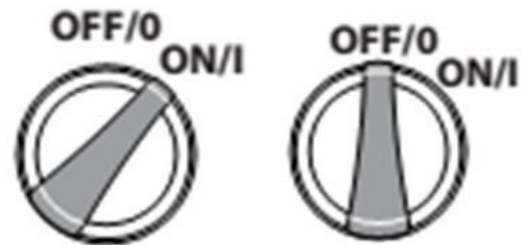

Fig.5
- Placez l'interrupteur sur la position OFF/O (Fig.5)
- b) Coupez l'interrupteur d'alimentation (la position OFF) (Fig.5)